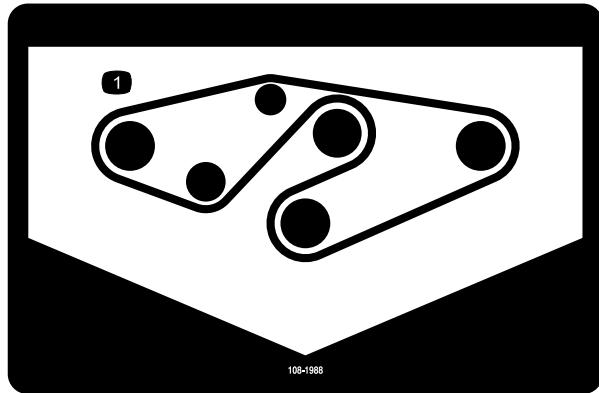

Figura 32
4. Montate la nuova cinghia attorno alle pulegge del mandrino e alla puleggia tendicinghia, come illustrato in Figura 32.